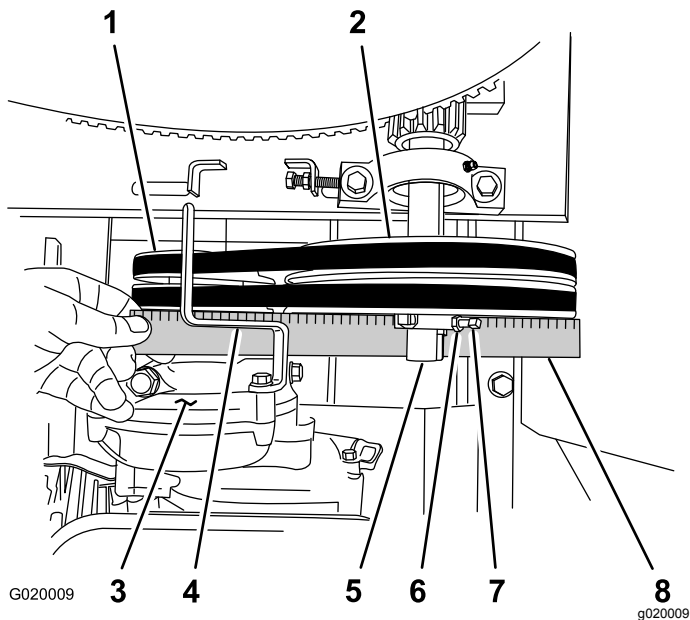

Figura 64
D. Coloque una regla sobre la polea del motor y la polea tensora (Figura 64).
- Si es necesario, gire el motor sobre la chapa del motor hasta que la polea del motor y la polea tensora estén alineadas con la regla (Figura 64).